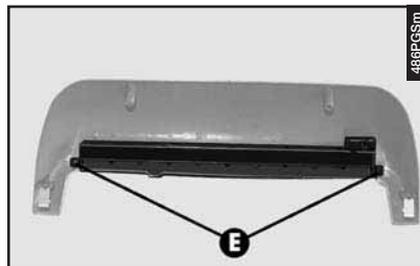

fig. 65
– Svitare le due viti (E-fig. 65) e separare il gruppo ottico dal coperchio.
– Rimontare il coperchio sul gruppo ottico e fissarlo con le viti (E-fig. 65).